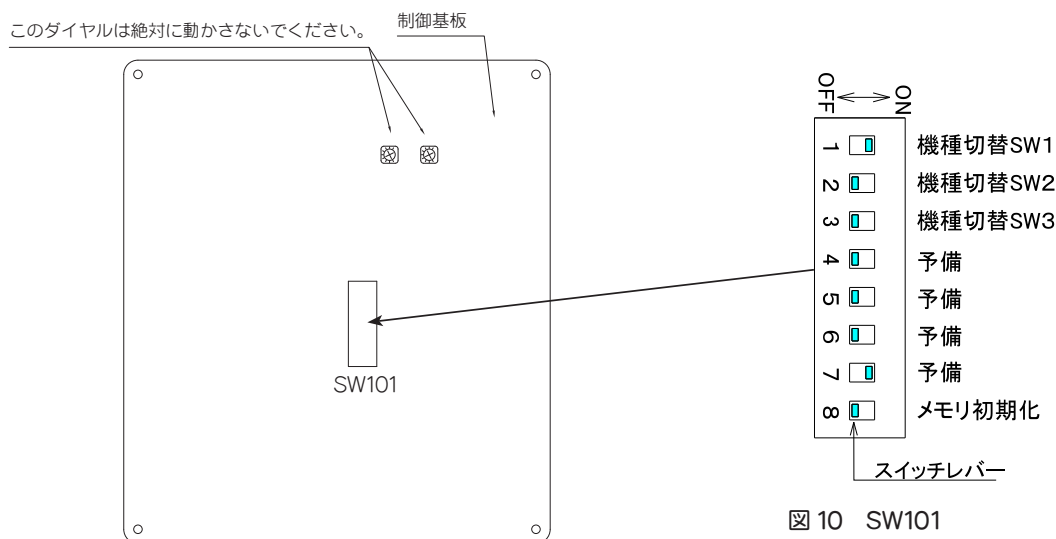

図 9 制御基板
- ①電源を切る。
- ②前面板（上）を開く。
- ③操作パネルの固定ネジ（4本）を外し、操作パネルを開く。
- ④SW101の各スイッチを切り替える。（図9、10参照）
- ⑤操作パネル、前面板（上）を元に戻す。
- ⑥電源を入れる。